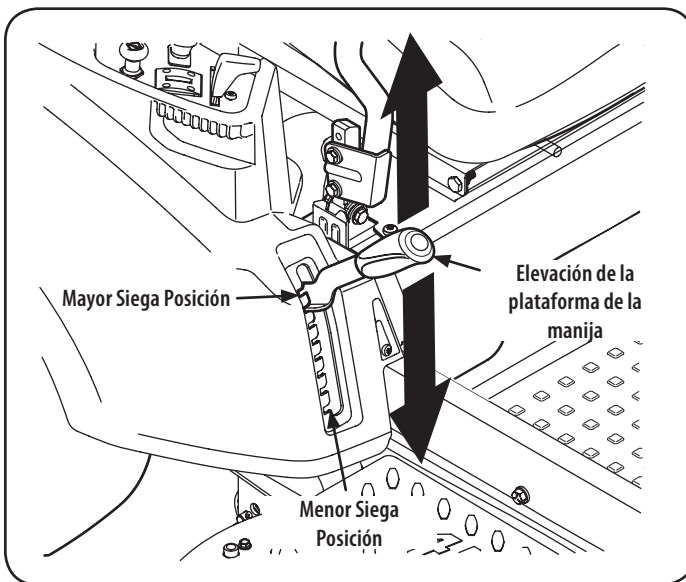

Figura 31
- a. Usando la manija de elevación de la plataforma, levante la plataforma a la posición que le ofrece mayor recorrido horizontal de la correa entre las poleas locas de la plataforma y la polea toma de fuerza en la parte inferior del motor. Ver Figura 31.
- Baje la plataforma hasta la posición más baja usando la manija de elevación de la cubierta. Ver Figura 31.
1. Coloque la manija de elevación de la plataforma en la posición más alta corte. Ver Figura 31 .